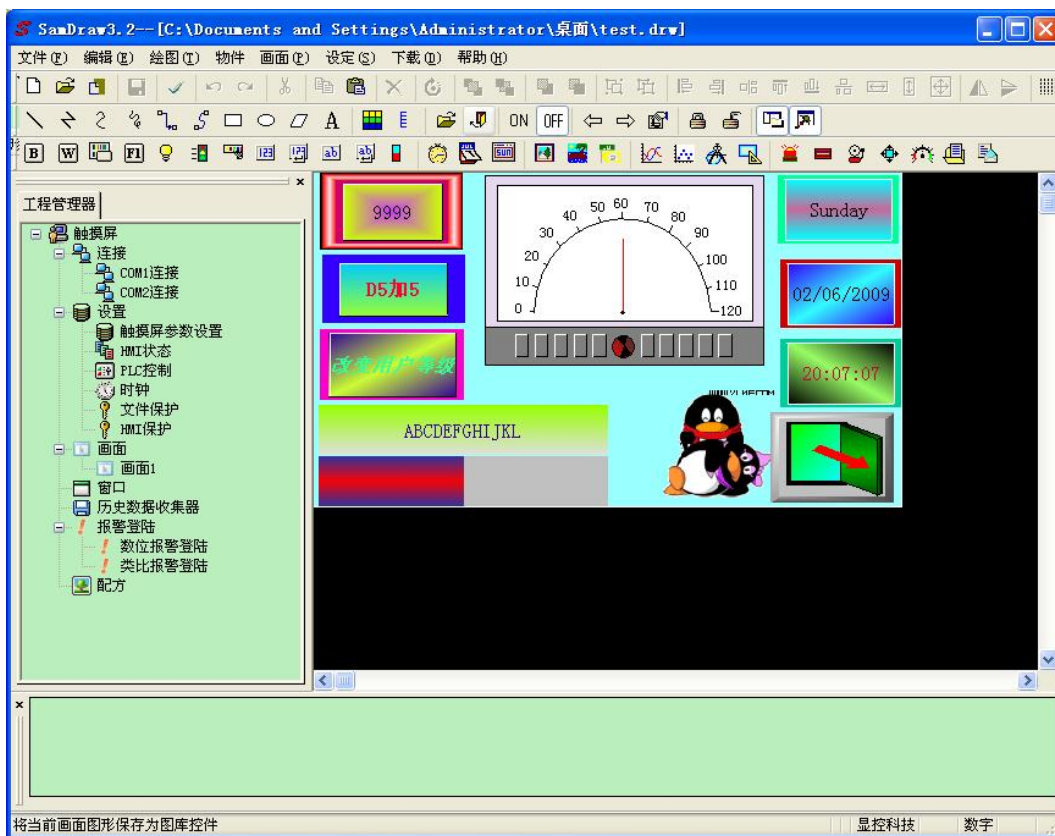

图 6-7 编辑好的工程
- ✓ 其他控件的做法和前面刚介绍的一样，在此不再详细描述。设置好各控件的属性后，点击“保存”按钮保存该工程，然后选择菜单栏中的“下载”菜单中“离线模拟”，如图 6-7 所示：